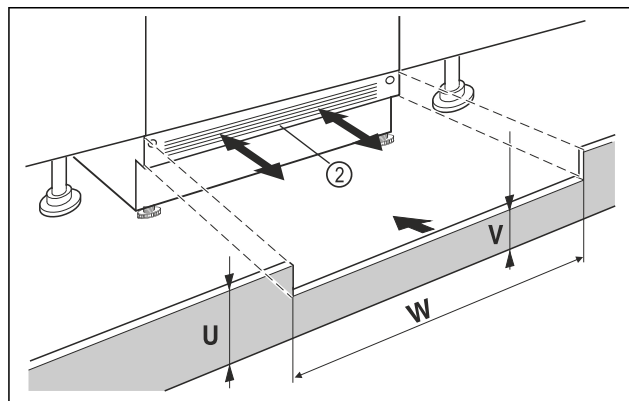

Fig. 46 Shembull ilustrues
- Vendosni kapakun e bazamentit të pajisjes Fig. 46 (2) por mos e fiksoni akoma.
- Kur kapaku i bazamentit është i dukshëm Fig. 46 (2), tërhiqeni atë përpara deri në atë pikë që buza e përparme e rrjetës së ajrimit dhe kapaku i bazamentit të mobilies të jenë në një nivel.
- Kur kapaku i bazamentit është i fshehur Fig. 46 (2), shtyjeni atë plotësisht prapa.
- Sigurohuni që kanalet e ajrimit të jenë plotësisht të lira: Nëse nevojitet, shkurtoni lartësinë e kapakut të bazamentit të mobilies Fig. 46 (U)!
- Përshtatni lartësinë Fig. 46 (V) nën kapakun e bazamentit të pajisjes Fig. 46 (2) përgjatë gjerësisë së dollapit Fig. 46 (W).